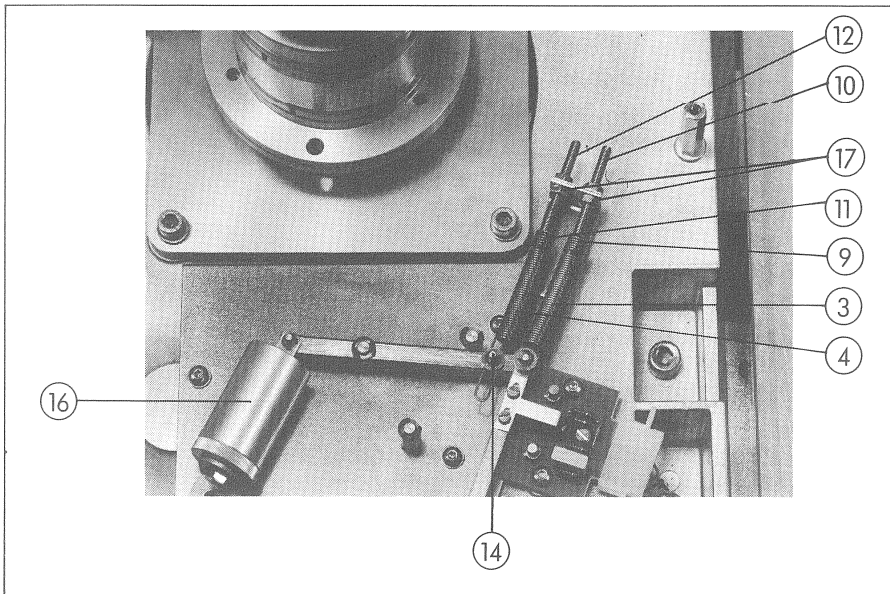

Fig. 3.5.3
Durch Drehen der Dämpfungspumpe [16] siehe Fig. 3.5.3 wird die Dämpfung des Federsystems eingestellt. Die Bandzugwaage wird bis zu einem Drehwinkel von 60° ausgelenkt und dann losgelassen. Das Zurücklaufen in die Ruhestellung muss kontinuierlich und ohne Aufprellen auf den Endanschlag erfolgen. Nach erfolgter Einstellung Schraube der Dämpfungspumpe mit Sicherungslack sichern.
The damping action of the spring system can be adjusted by rotating the dash pot (16) (see Fig. 3.5.3). Open tape tension sensor to a deflection of 60° and then release it. The return travel to the neutral position should be smooth and the sensor should not bounce against the stop. Secure screw of the dash pot with glyptal after the necessary adjustments have been made.